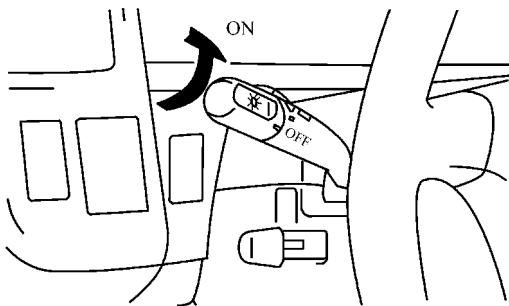

图 5-79 打开前照灯等设备
(4) 电器全接通法 当怀疑故障可能是因用电负荷过大而引起时,可接通车上全部电气设备(包括加热器鼓风机、前照灯、后窗除雾器等)检查是否发生故障,如图 5-79 所示。